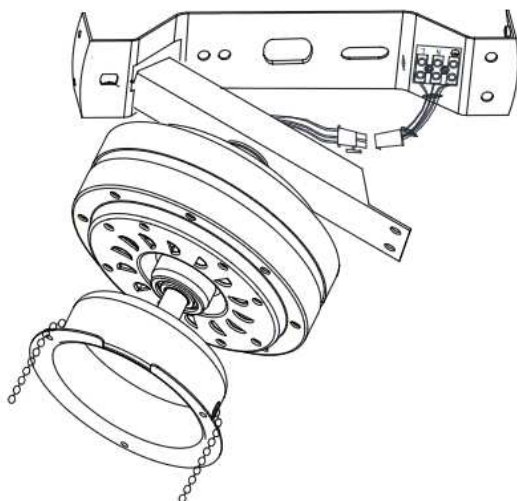

Fig. 5
- Après avoir complété le câblage électrique à la borne de support de montage et de raccordement du moteur de ventilateur et un câblage fixé par des connecteurs 4-ports rapides. Fig.5.